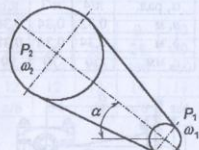

Рис. 31
7. Рассчитать передачу втулочно-роликовой цепью (рис. 31). Мощность на ведомой звёздочке P_2 , угловая скорость её ω_2 и передаточное число передачи u приведены в табл. 31. Передача наклонена к горизонту под углом $\alpha = \pi/6$.